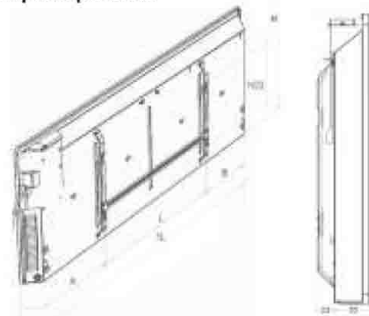

Рис. 1
Габаритные и установочные размеры конвектора серии TEC.PF2 ML согласно рис. 1 приведены в таблице 2
Габаритные и установочные размеры конвектора серии TEC.PS1 ML согласно рис. 1 приведены в таблице 3
3. В соответствии с рис. 1, 4 и таблицей 2,3 (в зависимости от моделей) определите место установки конвектора с соблюдением минимальных расстояний от предметов и минимального расстояния от пола.